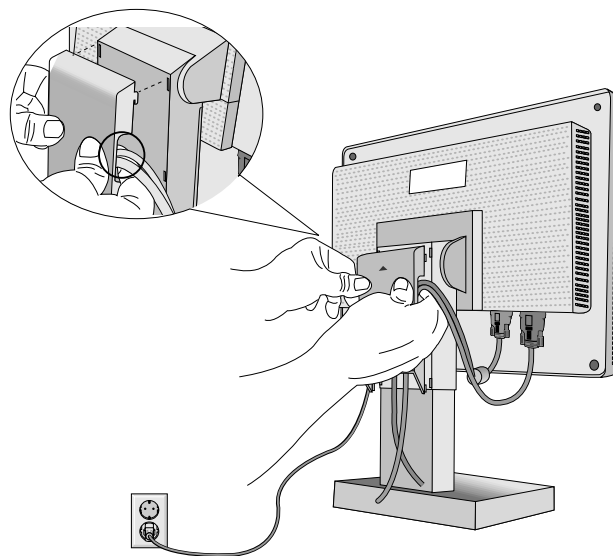
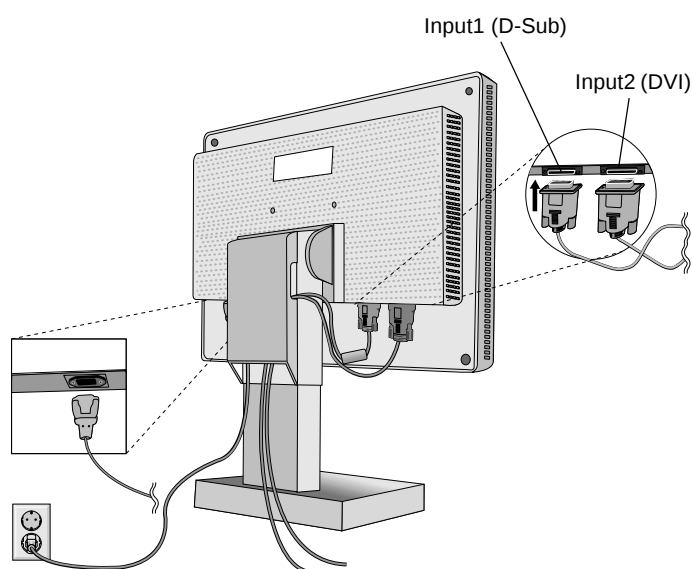

Figura C.2
Figura C.3
4. Collegare un'estremità del cavo di alimentazione al monitor e l'altra estremità alla presa di alimentazione. Raccogliere i cavi e tenerli sul lato posteriore del supporto (**Figura C.2**). E coprire i cavi con la copertura opzionale per la gestione cavi (**Figura C.3**).